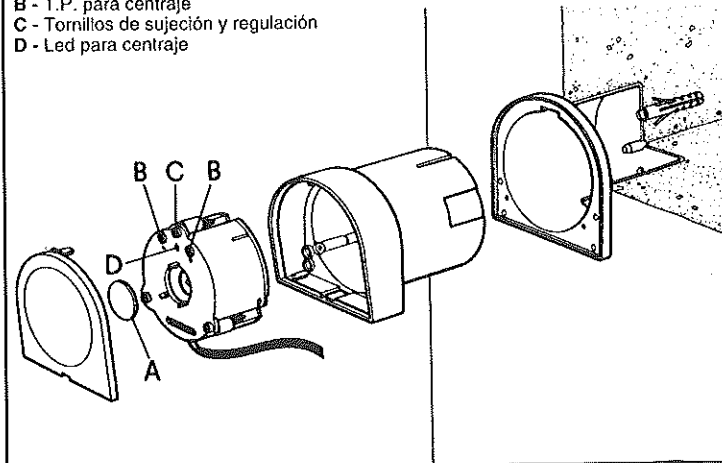

Fig. 6
- **CORTAR** el conector puente "A" (fig.6) en ambos **TX**.
- 2) 30 M. (CORTAR EL CONECTOR PUENTE "B" EN EL RECEPTOR FIG.6)
- **COUPER le pontet "A" (fig. 6) sur les deux IX.**
- 2) 30 M (COUPER LE PONTET "B" SUR LE RÉCEPTEUR FIG. 6).
- die Brücke "A" (Abbildung 6) an beiden **IX** durchtrennen;
- 2) 30 M (BRÜCKE "B" AM EMPFÄNGER DURCHTRENNEN (ABBILDUNG 6)).